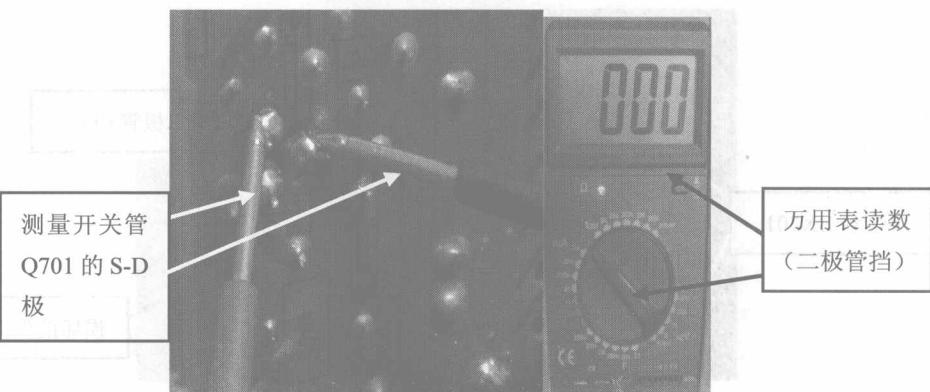

图 1-8
③用万用表的二极管挡检查开关管Q701的S-D极，测得数值为0，如图1-8所示，说明开关管内部击穿短路，遂将开关管拆下。